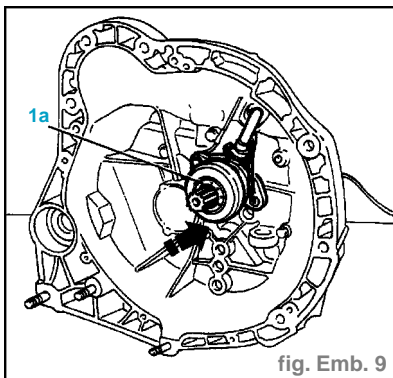

fig. Emb. 9
- Nota :** Faire attention en montant le cylindre coaxial sur l'arbre primaire à ne pas endommager le corteco de tenue (1a) (fig. Emb. 9).